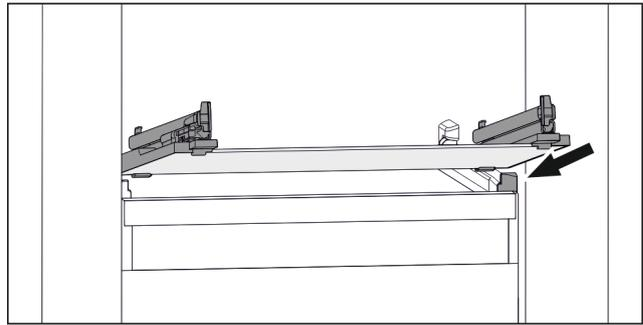

Fig. 39 Beispielhafte Darstellung der Glasplatte
- ▶ Glasplatte schräg hinter den Stopperrn aufsetzen. (siehe Fig. 39)